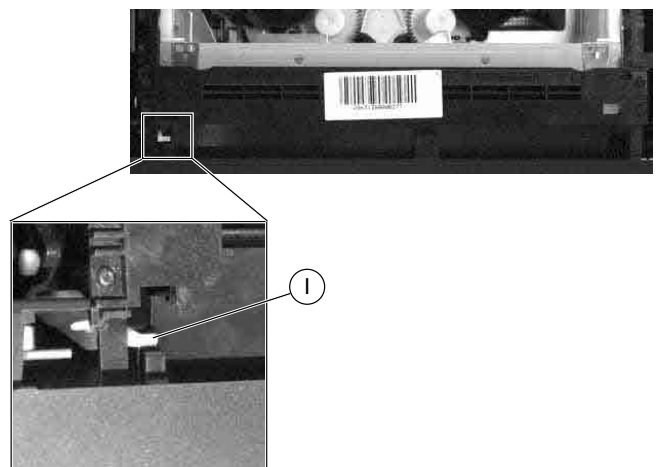

Fig. 4
Hinweis zum Zusammenbau: Beim Aufstecken der Frontblende von vorne auf das Gerät ist die Cassettenklappe so nach innen zu drücken, daß der Hebel (I) in die Führung (Fig. 4) der Cassettenklappe eintaucht.
Note: When attaching the front panel from the front to the video recorder press the cassette lid inwards so that the lever (I) engages with the guide (Fig. 4) of the cassette lid.